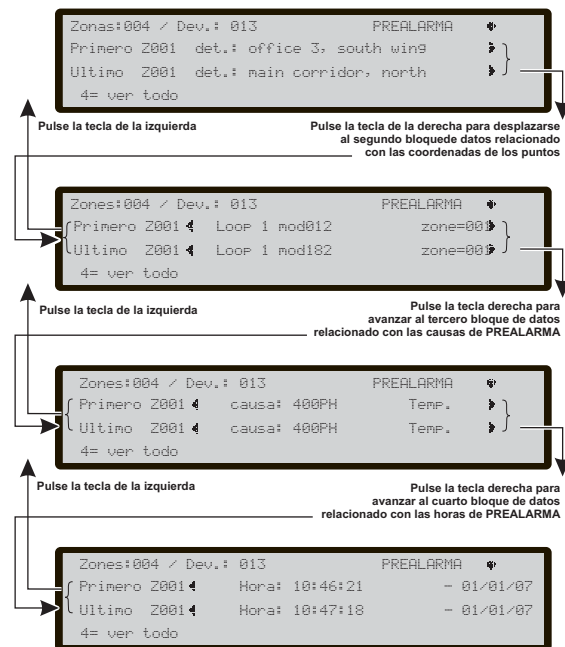

Figura 10 Estado de PRE-ALARMA, desplazamiento tecla DCH
- los mensajes en las pantallas de la central y de los Repetidores (véase la Figura 10);